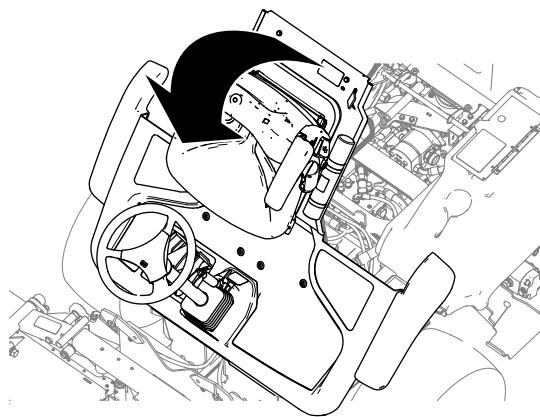

Figura 52
2. Ridicai platforma (Figura 52).